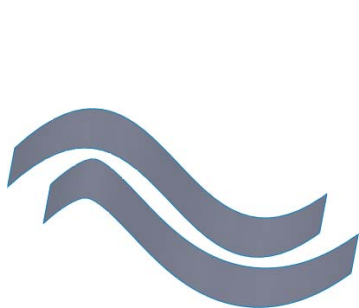

图 7-87 生成等距曲面
- 04 单击对话框中的【确定】按钮，生成等距曲面，如图 7-87 所示。